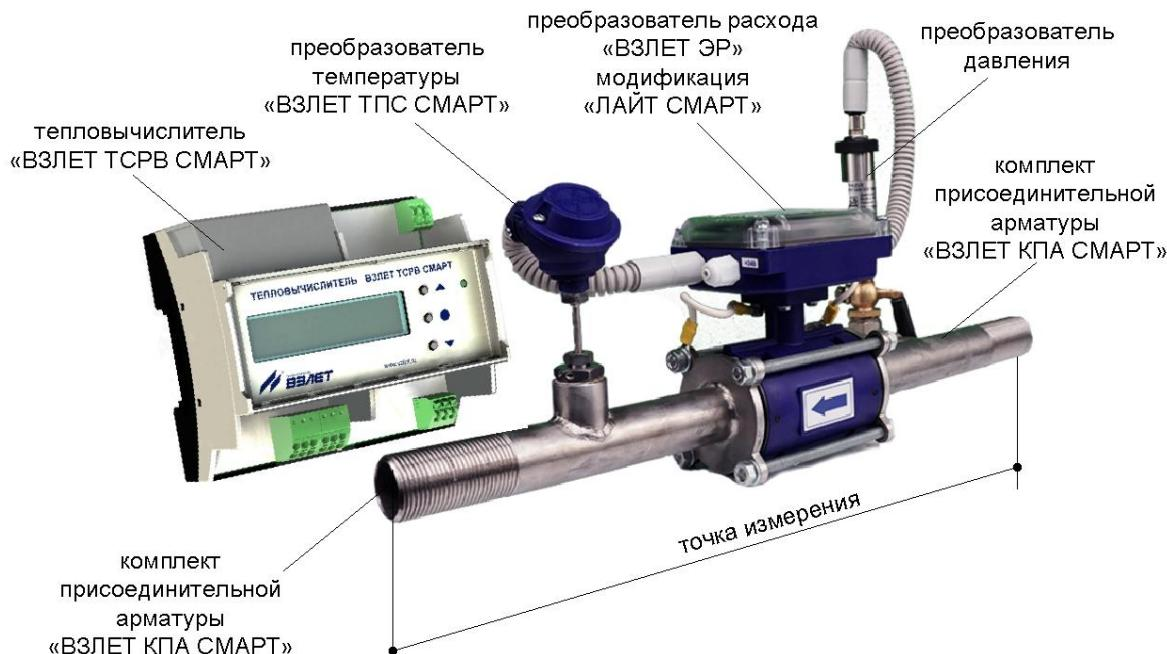

Рис.1. Составные части теплосчетчика-регистратора «ВЗЛЕТ ТСР СМАРТ».
Общий вид составных частей теплосчетчика-регистратора «ВЗЛЕТ ТСР СМАРТ» показан на рис.1.
1.1.4. Комплект преобразователей (ПР, ПТ, ПД) из состава теплосчетчика-регистратора «ВЗЛЕТ TCP СМАРТ» монтируется в заводских условиях на участки трубопровода из комплекта присоединительной арматуры «ВЗЛЕТ КПА СМАРТ», образуя «точку измерения» (рис.1). Набор «точек измерения» соответствующего диаметра, формируемых в соответствии со схемой теплоучета, поставляется на основании карты заказа.